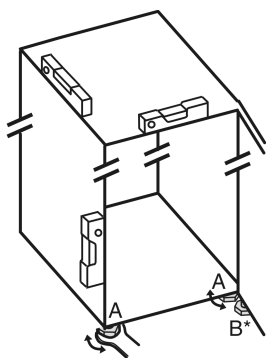

Fig. 4
- Svitare i piedini regolabili Fig. 4 (A) con la chiave a forchetta contenuta nella fornitura e con l'aiuto di una bilancia idrostatica, finché l'apparecchio non si trova in posizione stabile e piana.
- Con la chiave a forchetta in dotazione, svitare il piedino regolabile Fig. 4 (B) sul cuscinetto di supporto inferiore, fino a farlo appoggiare sul pavimento.
- Ruotare ulteriormente il piedino regolabile Fig. 4 (B) di 90°.